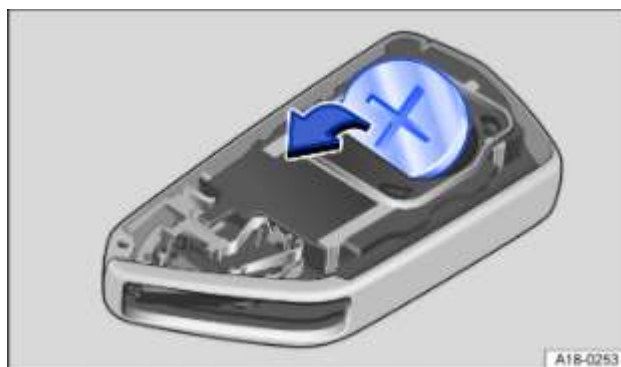

Fig. 57 Clé du véhicule : remplacement de la pile bouton
- Sortez la pile bouton du compartiment à pile en faisant levier ➔ Fig. 57.